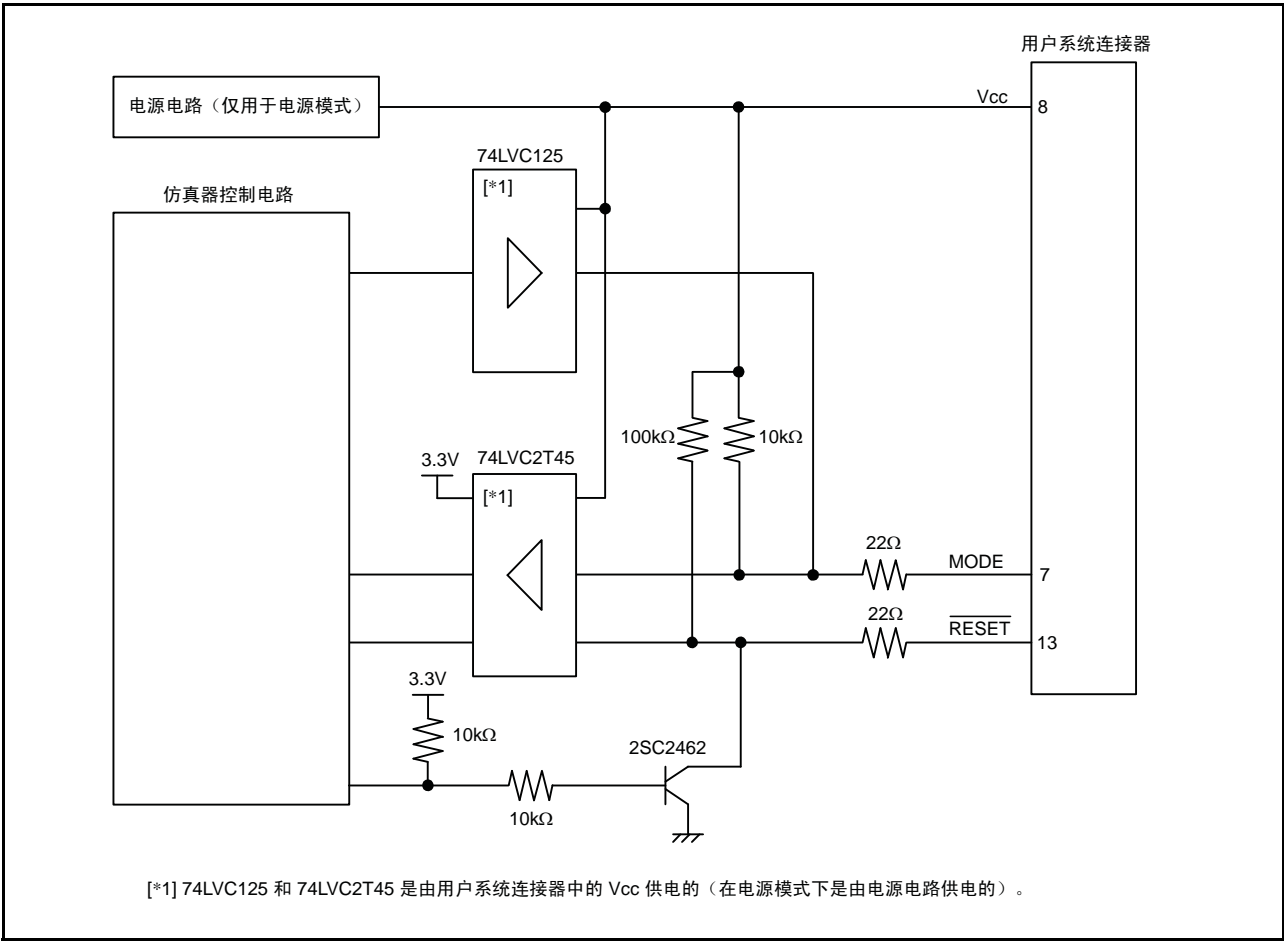

图 5.4 E8a 仿真器内部的接口电路（仅供参考）
7. 图5.4 显示了 E8a 仿真器中的接口电路。请参考此图来确定上拉电阻值。